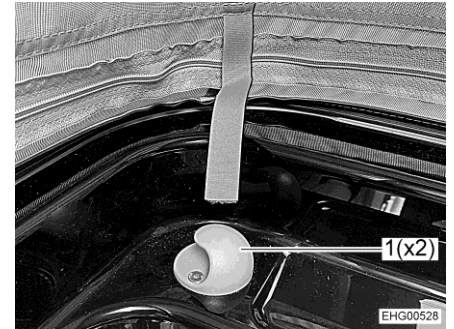

Bild 51 Halter
- Sicherungsnetz an den beiden Haltern (Bild 51,1) einhängen.